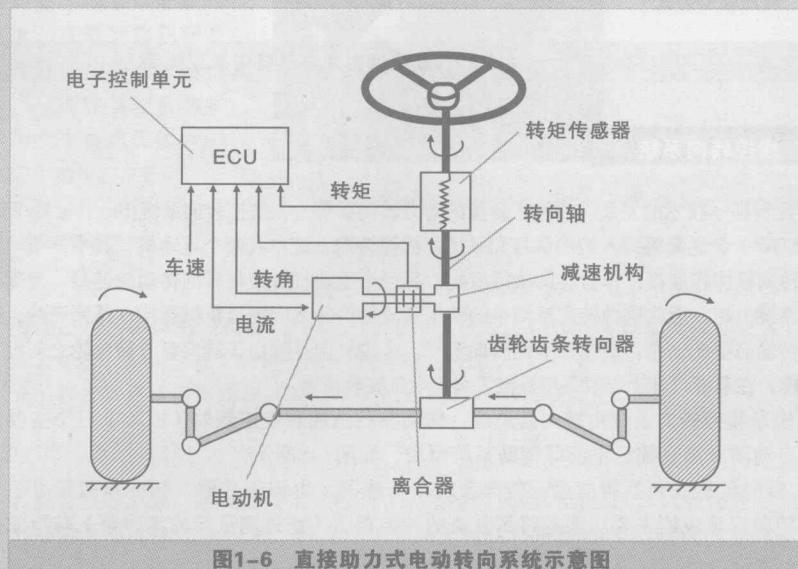

图1-6 直接助力式电动转向系统示意图
1) 直接助力式电动转向系统的结构和工作原理。当转向轴转动时,转矩传感器开始工作,把两段转向轴在扭杆作用下产生的相对转角转变成电信号传给电子控制单元(ECU),ECU根据车速传感器和转矩传感器的信号决定电动机的旋转方向和助力电流的大小,并将指令传递给电动机,通过离合器和减速机构将辅助动力施加到转向系统(转向轴)中,从而完成实时控制的助力转向,如图1-6所示。